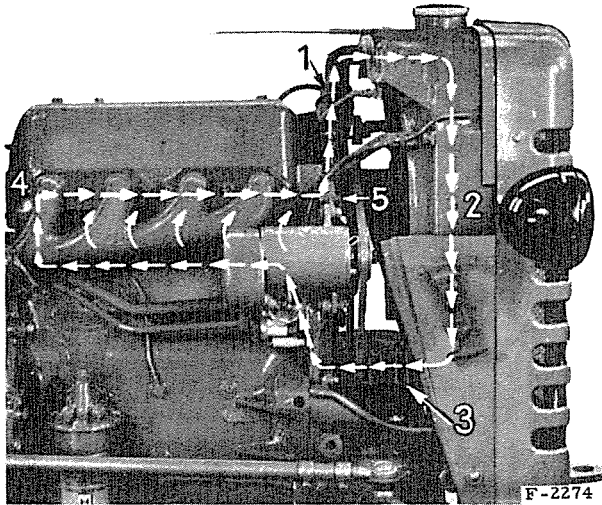

Fig. 40. — Schéma de la circulation du liquide de refroidissement. - 1. Thermostat. - 2. Radiateur. - 3. Sortie du radiateur. - 4. Culasse. - 5. Pompe à eau.
Afin que la température du moteur soit uniforme, la culasse et les cylindres en sont refroidis par circulation d'eau. Une pompe centrifuge (5) à refoulement fait circuler le liquide de refroidissement au travers du bloc moteur, de la culasse (4) et du radiateur (2) fig. 40.